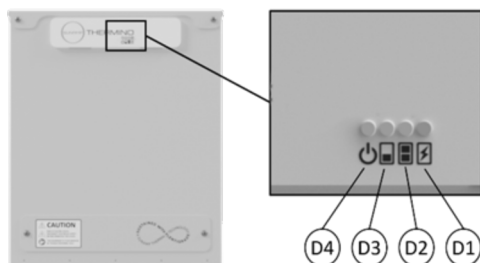

Figure 13 - Fonctionnement des LED de la batterie Flextherm Eco G2 E Heat
4. Vérifiez sur la face avant de la batterie de chauffage que les LED "alimentation" et "élément de chauffage" sont allumées (voir Figure 13 et Tableau 9).